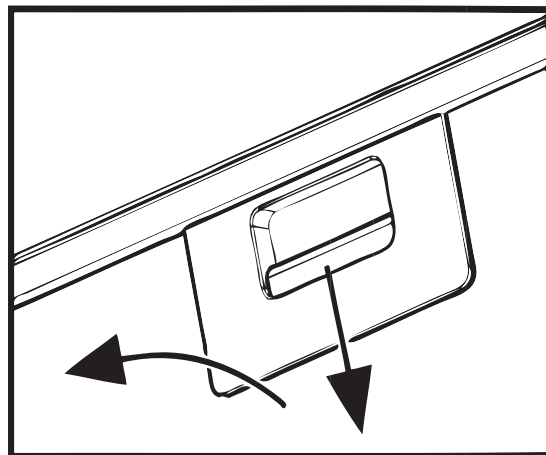

Рис.7
7.10 Для снятия алюминиевого фильтра (рис.7) необходимо нажать на пружинную задвижку **1** и, потянув на себя и вниз **2**, снять фильтр с панели. Установку фильтра выполнить в обратном порядке.